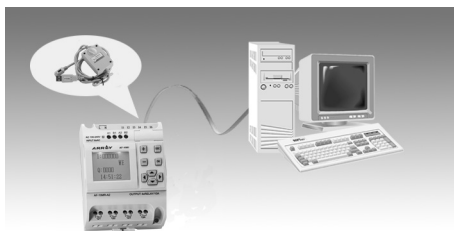

图 4.21 FAB2 通讯连接图
1、鼠标左键单击通讯指令菜单下的通讯配置选项如图 4.21 所示；